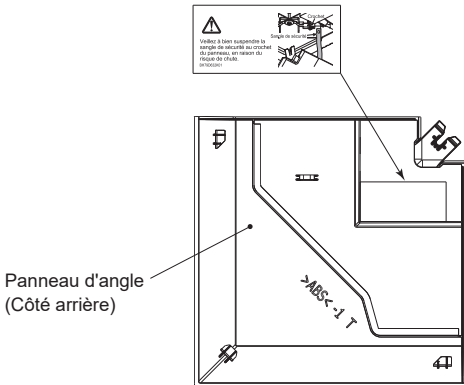

Fig. 6-14
- ③ Fil de sécurité
- ④ Crochet
- ⑤ Tuyau de réfrigérant de l'appareil principal
- ⑥ Tuyau d'écoulement de l'appareil principal
- ⑦ Étiquette MITSUBISHI ELECTRIC
- ⑧ Position initiale des leviers sur la grille d'admission
- ① Récepteur
- ② 3D i-see Sensor
6.7. Étiquette en français (Fig. 6-14)